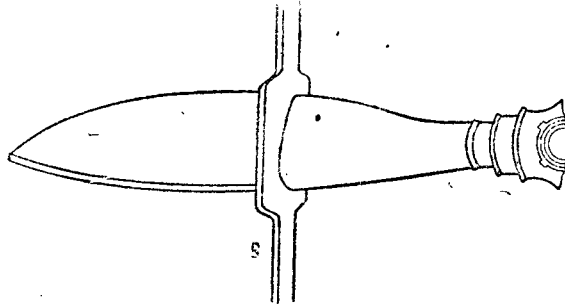

Рис. 118. Приспособление для вывертывания лопасти из стакана
1. При ослаблении крепления лопасти в стакане её необходимо вывернуть с помощью приспособления, показанного на рис. 118.